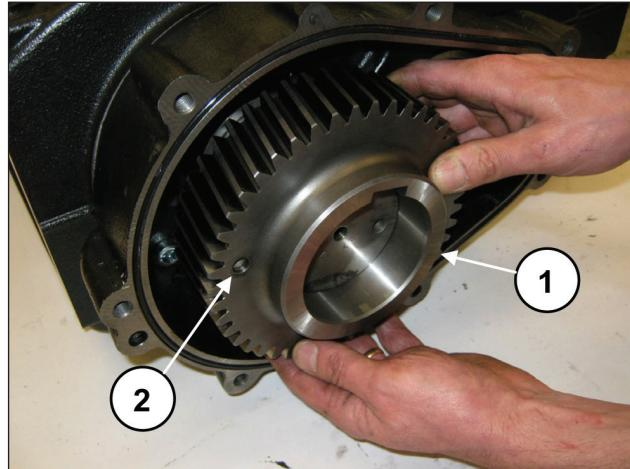

图 14
取出冠齿轮（①，图 14）。如有必要，可以使用一个锤式拔取器，安装到两个M8孔（②，图 14）。